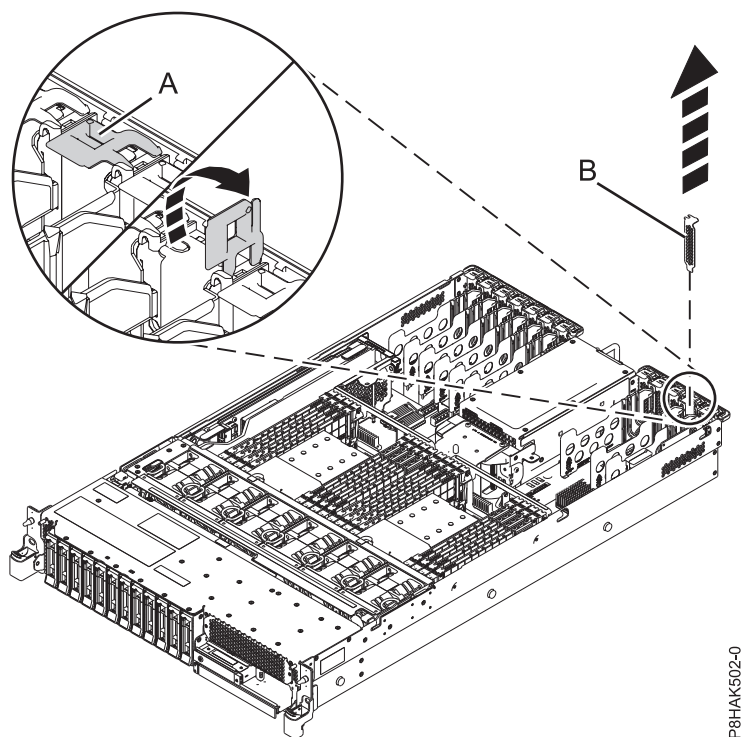

Figura 5. Extracció d'un panell de reblliment d'una ranura d'un adaptador PCIe en un sistema 5148-21L, 5148-22L, 8247-21L, 8247-22L, 8284-21A, o 8284-22A
3. Si la ranura de destinació conté una placa de reblliment, traieu la placa de reblliment. Per treure el panell de reblliment (**B**), agafeu-lo amb compte per l'extrem superior o per la contrapunta i traieu-lo del sistema. Consulteu Figura 5 a la pàgina 10.